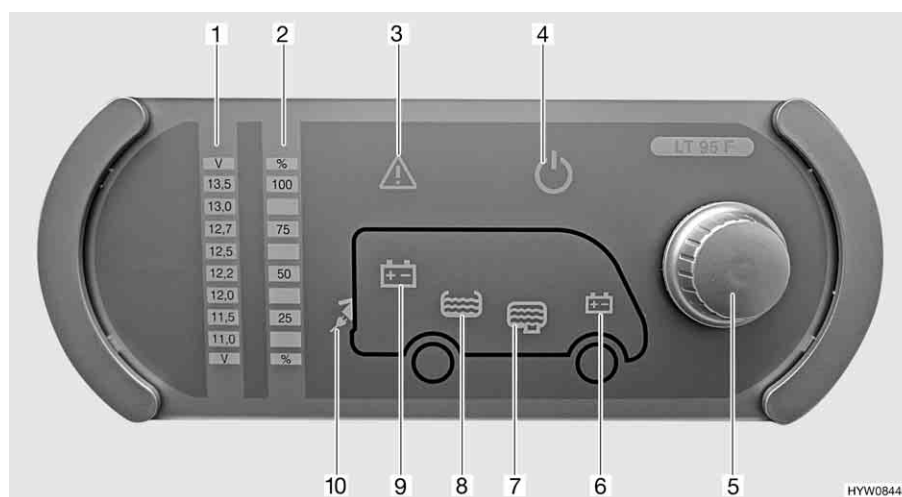

Fig. 83 Pannello di controllo (LT 95)
Il pulsante a rotazione (Fig. 83,5) inserisce o disinserisce il pannello di controllo e l'alimentazione a 12 V dell'abitacolo.
Accensione: ■ Premere il pulsante a rotazione (Fig. 83,5): L'alimentazione a 12 V dell'abitacolo è inserita. La spia di controllo a 12 V (Fig. 83,4) diventa verde.
Spegnimento: ■ Premere il pulsante a rotazione (Fig. 83,5): L'alimentazione a 12 V dell'abitacolo è disinserita. La spia di controllo a 12 V (Fig. 83,4) si spegne.
Mediante il pulsante a rotazione (Fig. 83,5) si possono interrogare sia la tensione della batteria dell'abitacolo che la tensione della batteria di avviamento. La tensione viene visualizzata sulla scala indicatore per la tensione della batteria (Fig. 83,1).
Indicazione: ■ Ruotare il pulsante a rotazione (Fig. 83,5), finché si accende il simbolo della batteria della quale deve essere interrogata la tensione.
Viene indicata la tensione della batteria dell'abitacolo (Fig. 83,9)
Viene indicata la tensione della batteria di avviamento (Fig. 83,6)
- Leggere la tensione sulla scala indicatore della tensione della batteria (Fig. 83,1).
Mediante il pulsante a rotazione (Fig. 83,5) si possono interrogare sia il livello del serbatoio dell'acqua che il livello del serbatoio delle acque grigie. Il livello viene visualizzato sulla scala indicatore livello dei serbatoi (Fig. 83,2).
- Ruotare il pulsante a rotazione (Fig. 83,5), finché si accende il simbolo del serbatoio del quale deve essere interrogato il livello.
Viene indicato il livello del serbatoio dell'acqua (Fig. 83,8)
Viene indicato il livello del serbatoio delle acque grigie (Fig. 83,7)
- Leggere il livello sulla scala indicatore del livello serbatoio (Fig. 83,2).
La spia luminosa Alarm (Fig. 83,3) lampeggia non appena i valori limite fissati vengono superati per eccesso o per difetto.
La spia luminosa Alarm (Fig. 83,3) lampeggia non appena la tensione della batteria scende al di sotto di 11 V. Se l'alimentazione a 12 V è accesa, si accende anche il relativo simbolo della batteria (Fig. 83,6 o 9), e l'indicatore "11,0" sulla scala indicatore della tensione della batteria (Fig. 83,1) lampeggia. Rischio di uno scaricamento totale della batteria.
La spia luminosa Alarm (Fig. 83,3) lampeggia ed il relativo simbolo del serbatoio (Fig. 83,7 o 8) si accende non appena il serbatoio dell'acqua è vuoto o il serbatoio delle acque grigie è pieno.
La spia di controllo a 230 V (Fig. 83,10) si accende quando all'ingresso della centralina elettrica è presente una tensione di rete.